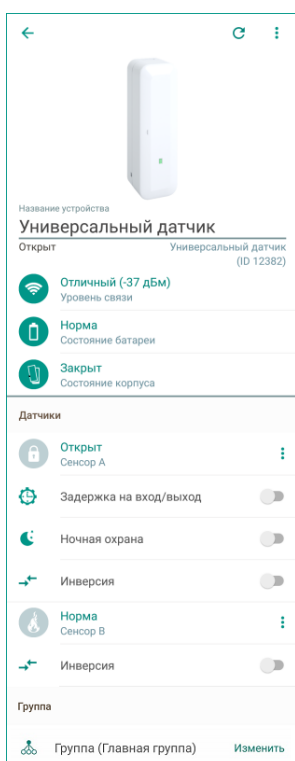

Рисунок 12.1 – Экран настройки датчика (подключены охранное и пожарное устройства)
1. В приложении на экране настройки датчика (в строке *Уровень связи*, см. рисунок 12.1).
Текущие параметры работы отображаются на экране настройки датчика (см. рисунок 12.1):
Настройки работы датчика могут быть изменены на экране настройки датчика (см. рисунок 12.1):
- 1) Откройте экран настройки датчика в приложении (см. рисунок 12.1).